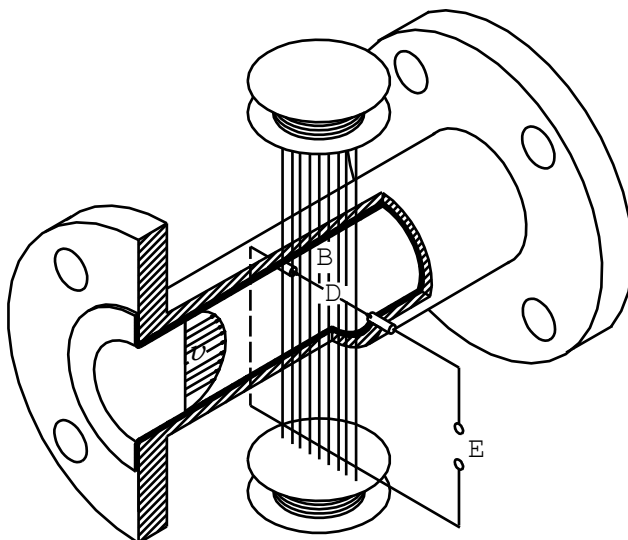

Рис. 4.1
Принцип действия расходомера основан на явлении электромагнитной индукции (см. Рис. 4.1).
4.2.3 ППР представляет собой отрезок трубопровода из немагнитного материала (см. рис. Рис. 4.1), внутренняя поверхность которого футерована диэлектриком (фторопластом). В диаметрально противоположных стенках трубопровода установлены два электрода, контактирующие с измеряемой средой и предназначенные для съёма ЭДС индукции (Е). Благодаря такой конструкции ППР расходомер вносит минимальное гидравлическое сопротивление в поток жидкости. Магнитная система ППР состоит из двух последовательно включённых катушек возбуждения и магнитопровода. ЭДС индукции усиливается в блоке аналоговой обработки ППМ, преобразуется в цифровую форму и поступает затем в блок цифровой обработки сигнала. Блок аналоговой обработки сигнала также формирует ток, поступающий на катушки возбуждения магнитной системы ППР.